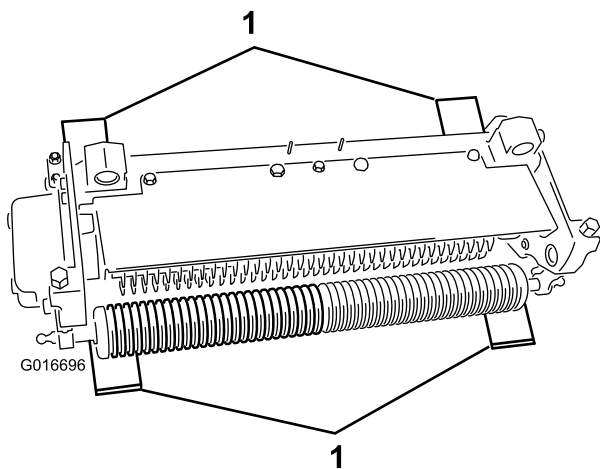

Рисунок 9
2. Поместите 4 измерительные планки, установленные на необходимую глубину проникновения ножей, под передний и задний валики блока-скарификатора (Рисунок 9).